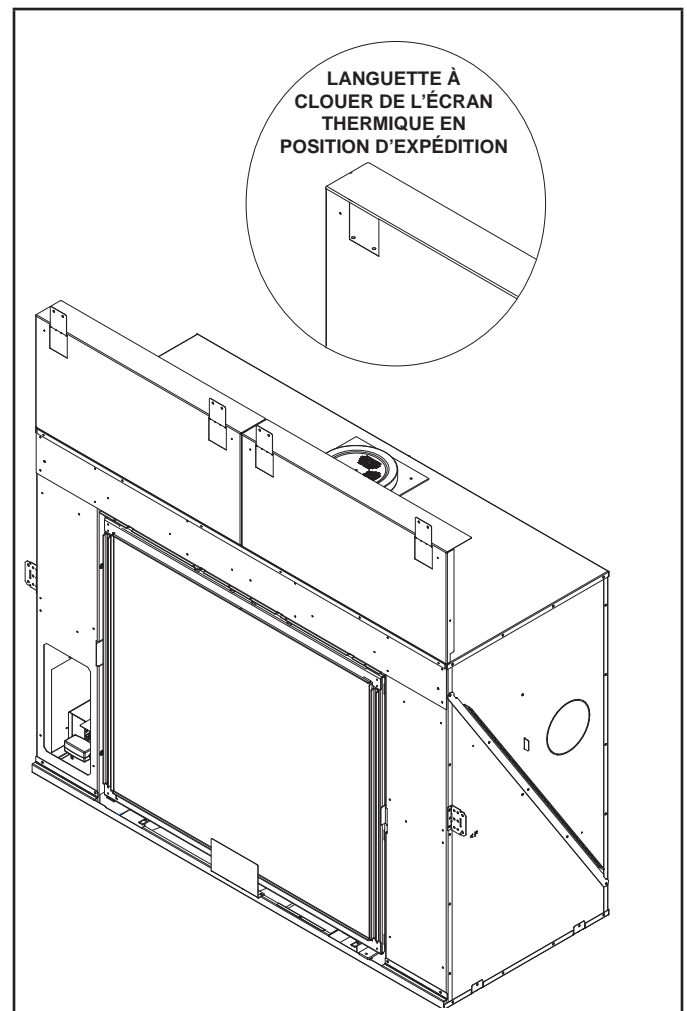

Figure 6.5 Écran thermique et languettes à clouer en position d'installation
- Courbez le sommet des écrans thermiques vers le haut afin de les positionner verticalement et les plier deux languettes à clouer de chaque tête d'écran thermique, vers l'extérieur. Fixez à la charpente. Voir la figure 6.5.